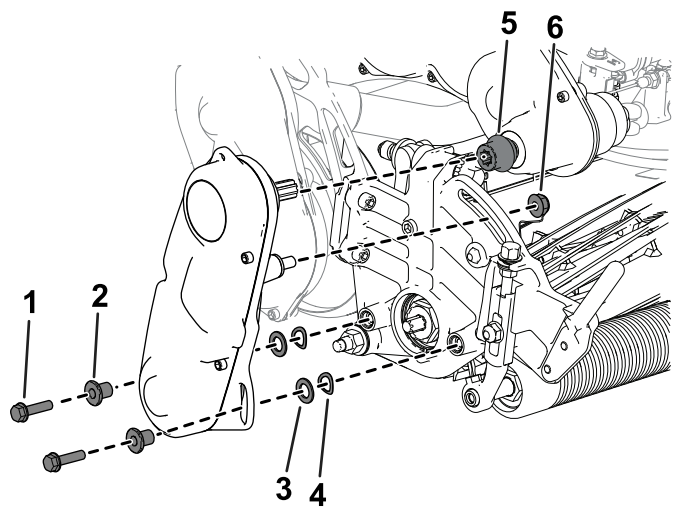

Figura 45
6. Utilice los tornillos, las arandelas y los espaciadores que retiró anteriormente para sujetar el conjunto de transmisión del molinete a la placa lateral de la unidad de corte (Figura 45).
Asegúrese de que el árbol de transmisión del molinete está instalado en el acoplamiento del árbol de transmisión (Figura 45).